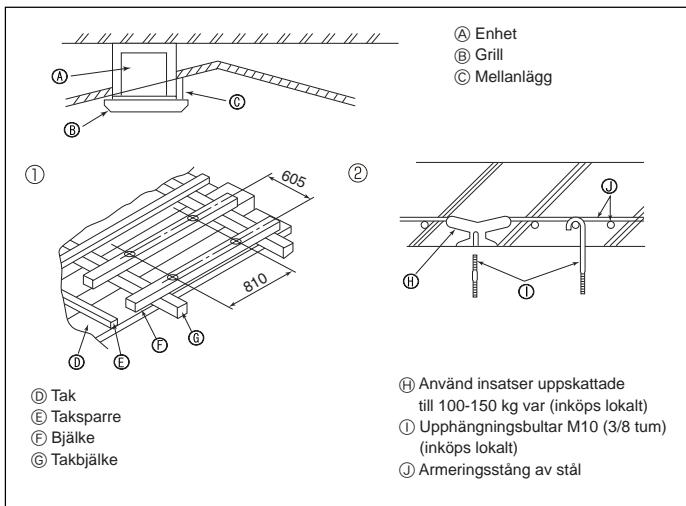

Fig. 3-5
⑬ Tak
3.5. Struktur för upphängning (förstärkning av upphängningsplatsen) (Fig. 3-5)